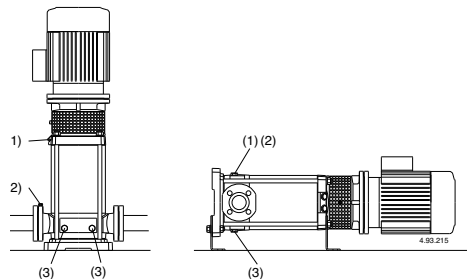

Fig. 3 (1) Remplissage et évent
Avec la **pompe au dessus du niveau de l'eau** (fonctionnement en aspiration, **fig. 2A**) ou avec un niveau d'eau en charge non suffisant (inférieur à 1 m) pour ouvrir le clapet de non-retour, remplir le tuyau d'aspiration et la pompe à travers du trou approprié (1) (**fig. 3**).
(2) Event aspiration
(3) Vidange
Avec le **niveau d'eau côté aspiration sur la pompe** (fonctionnement en charge, **fig. 2B**), remplir la pompe en ouvrant lentement et complètement la vanne sur le tuyau d'arrivée, en tenant ouverte la vanne de refoulement et les bouchons (1), (2) (**fig. 3**) pour purger l'air.
Serrer les bouchons d'évent (1), (2) (**fig. 3**), pour MXV-B, MXV(L) 25-32-40 et MXV(L)4 25-32-40 serrer la vis-
Si l'on constate une perte d'amorçage (interruption du flux au refoulement, bien que les vannes soient ouvertes) ou si l'on note une oscillation de la pression indiquée par le manomètre, repurger le tuyau d'aspiration (2), vérifier que tous les joints du tuyau d'aspiration soient parfaitement étanches et fermer les bouchons de purge (2) et les bouchons de vidange (3) sur l'aspiration (fig. 3).
Si possible comme dans le cas d'utilisations temporaires avec des liquides sales, faire fonctionner la pompe avec de l'eau propre pour éliminer les dépôts. Préférer le rinçage immédiat de la pompe avec de l'eau propre (environ 40 litres), remplir par le bouchon (1) sur le refoulement et vidanger par le bouchon (3) sur l'aspiration (fig. 3.).
Quand la pompe n'est pas utilisée, elle doit être vidée complètement s'il existe un risque de gel (ôter les bouchons (14.12), (repère 3, fig. 3).
Avant le désassemblage, fermer les vannes d'aspiration et de refoulement et vider le corps de pompe (fig. 3).